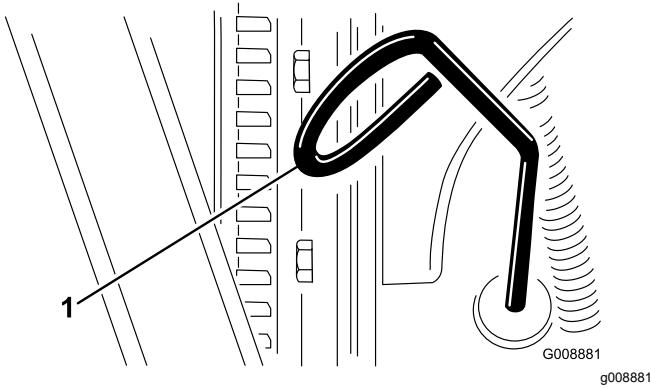

Figura 28
2. Retire la varilla (Figura 28) y límpielo con un paño limpio.